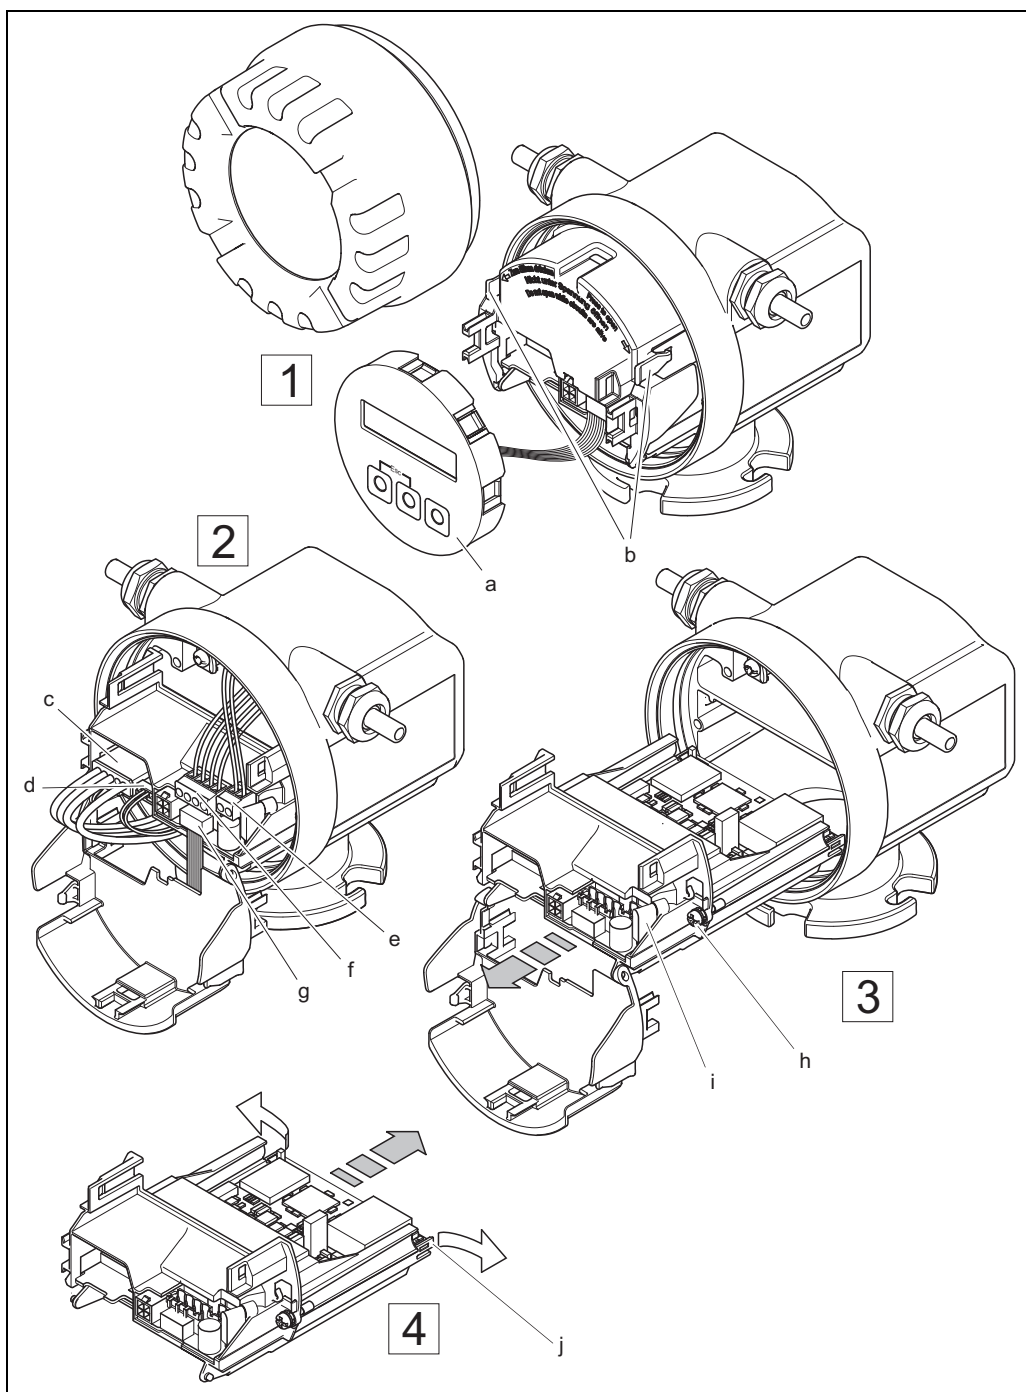

図 44: フィールドハウジング：電子基板の取外し／取付け
フィールドハウジング：電子基板の取外し／取付け →図 44
（以下 ①～④ は、75 ページ図 44 の図番号を示します。）